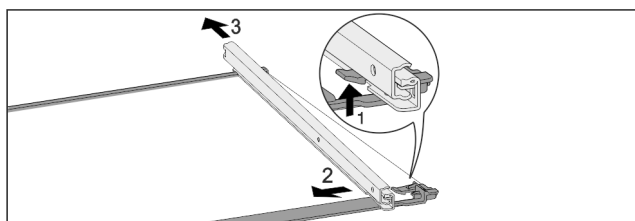

Fig. 116 Glasplatte mit Schienen
- ▶ Vorderen Rasthaken nach oben drücken. Fig. 116 (1)
- ▶ Auszugsschiene zur Seite Fig. 116 (2) und nach hinten Fig. 116 (3) wegschieben.